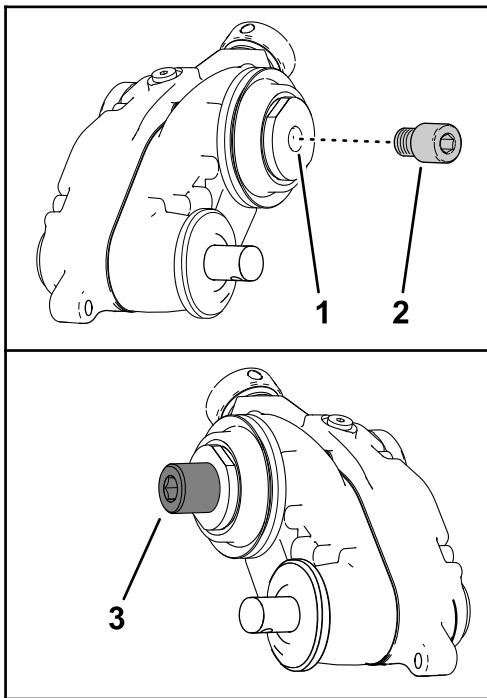

図 10
- 図 10 に示す駆動ボックスのシャフトのねじ溝内側に、中程度のねじ山ロックングコンパウンド例、Blue Loctite® 243 をぬり、リールアダプタとグルーマ駆動ボックスのシャフトを 150-163 N·m 15-16 kg/cm² = 110-120 ft·lb にトルク締めする。